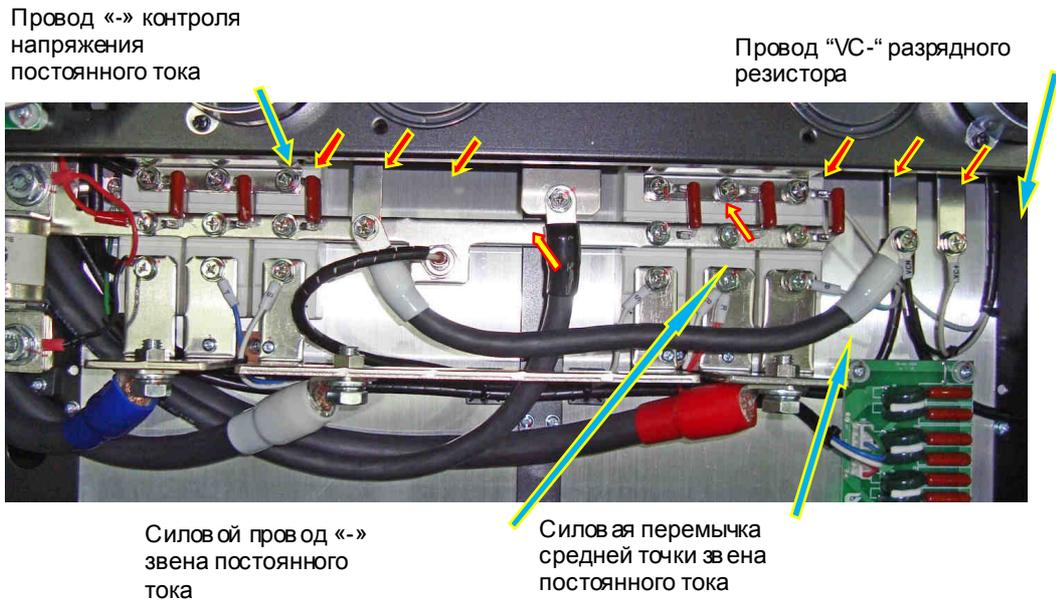

Рис. 7.21.
7.11.3.5. Вкрутить неплотно винты (6 шт.) крепления шины «-» блока конденсаторов в контакты «3» диодно-тиристорных модулей, одновременно присоединив выводы балластных конденсаторов, провод «VC-» разрядного резистора и провод «-» контроля напряжения постоянного тока (рис. 7.21, красные стрелки).
7.11.3.6. Присоединить провода «VC+», «VCN», силовые перемычки «-» и «средней точки» звена постоянного тока к выступающим выводам шин блока конденсаторов (рис. 7.21, 7.22, желтые стрелки).